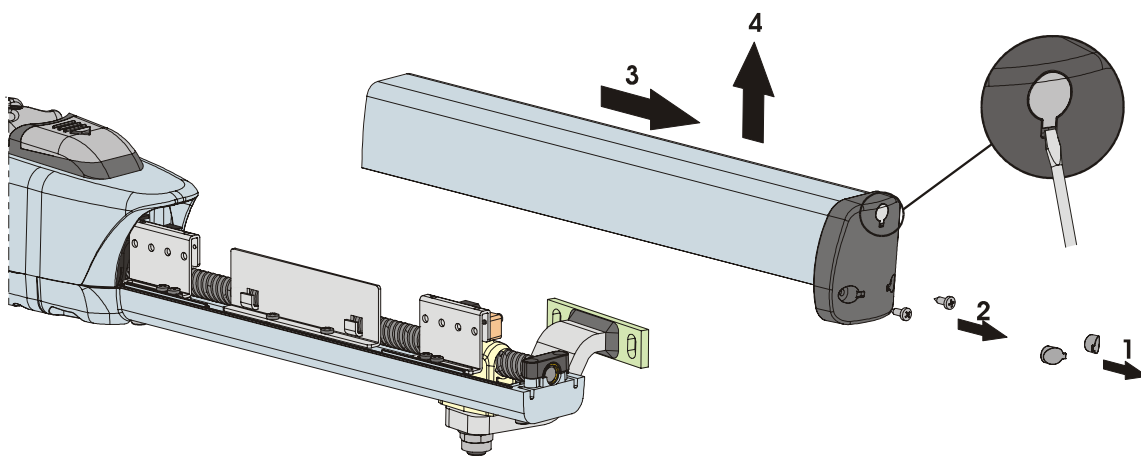

Fig. 23
- 1) Enlever les deux bouchons qui recouvrent les vis de fixation inférieures, Fig.23 réf.1. Pour faciliter cette opération, on a prévu un défoncement qui permet d'introduire un tournevis
- 2) Dévisser les deux vis inférieures du bouchon frontal et extraire le carter de protection, Fig.23.